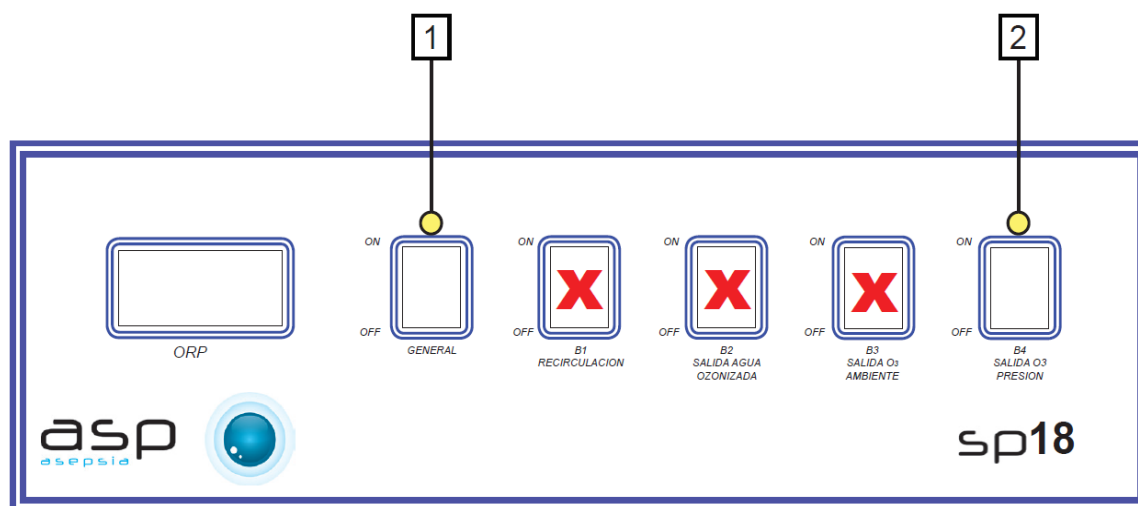

Figura 5
ATENCIÓN: Antes de continuar debe verificarse que se encuentran apagados los interruptores B1 - Bomba de recirculación de agua, B2 - Salida agua ozonizada del depósito y B3 - Salida O3 ambiente marcados con una “x” en la figura 5.
- 3- Activar el interruptor B4 - Salida O3 presión (Figura 5 posición 2) en el panel de mandos.
- 4- Encender el interruptor general del panel de mandos (Figura 5 posición 1). Inmediatamente se impulsará aire ozonizado por medio de la Salida O3 Presión situada en el lateral del carro (Ver Figura 1 Leyenda 3) con un caudal de 45 l/min y una producción de ozono de 60 g/h.